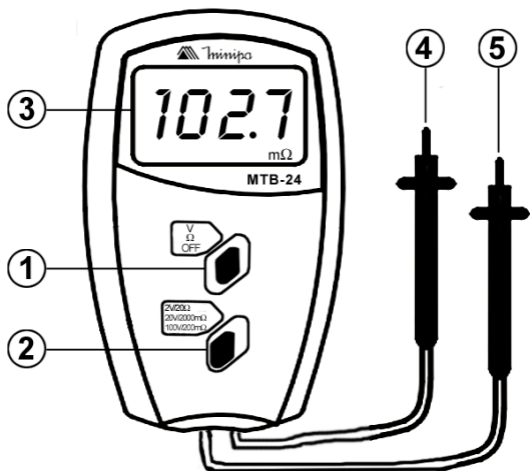
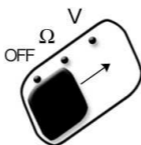
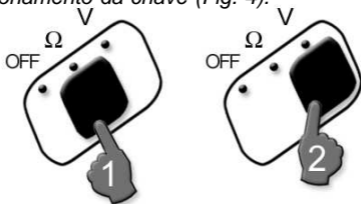
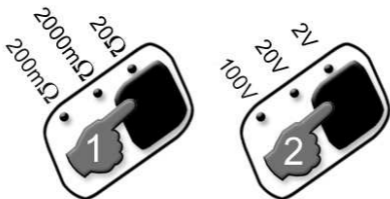

Fig. 1
Fig. 3
Fig. 4
Fig. 5
Chave Liga-Desliga e Seletora de Função (Fig. 1, Item 1):
- *Liga-Desliga:* Para ligar o instrumento, remova a chave da posição inicial (Fig.3).
- *Seletora de Função:* Após remover a chave da posição inicial (passo anterior), o medidor selecionará a função desejada de acordo com o novo posicionamento da chave (Fig. 4).
Chave Seletora de Faixas (Fig. 1,Item 2):
Após ligar o instrumento (Fig. 3) e selecionar a função desejada (Fig. 4), o próximo passo é configurar a faixa adequada para a medição, conforme ilustração abaixo:
Ex: Na Fig. 5 a chave está posicionada na faixa de 20Ω e 2V, e dessa forma, para que a faixa selecionada seja 20Ω, a Chave Seletora de Função (Fig. 1, Item 1) deverá estar configurada para medida de Resistência Interna (Fig. 4, Item 1), e para que a faixa selecionada seja 2V, a Chave Seletora de Função (Fig. 1, Item 1) deverá estar configurada para medida de Tensão DC (Fig. 4, Item 2).
- Ligue o instrumento (Fig. 3).
- Configure o instrumento para Medidas Tensão DC (Fig. 4, Item 2).
- Posicione as pontas de prova (Fig. 1, Itens 4 e 5) em contato com os terminais da bateria em teste.
- Configure o instrumento para Medidas de Resistência Interna (Fig. 4, Item 1).